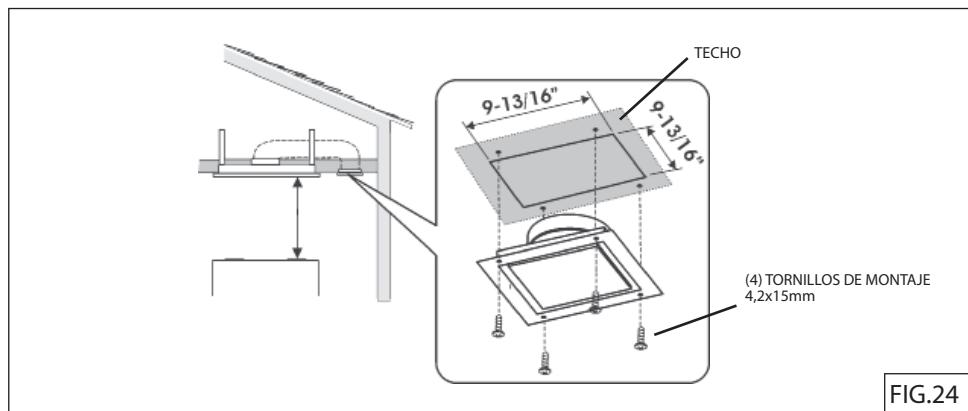

FIG.24
Hacer una abertura en el techo para el parte aérea de retorno. Ver Fig. 10 y Fig.24.
Fije la parte para el retorno de aire en el techo utilizando (4) tornillos de montaje 4,2x15mm. Ver Fig. 24